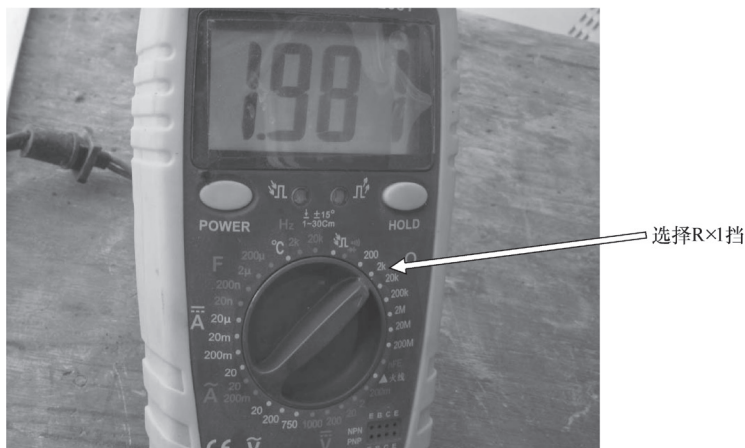

图 2-20 选择电阻挡位
3) 将万用表的挡位拨至欧姆挡，如图 2-20 所示。根据待测电阻器的表面标识调整挡位，选择正确的量程。